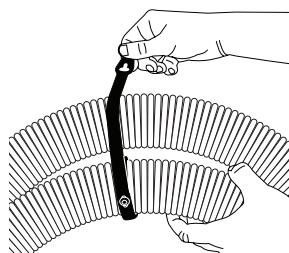
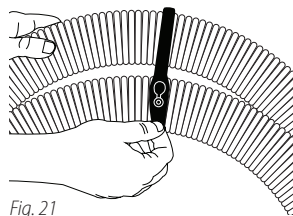

Fig. 20
Fig. 21
43. Inserte el botón #1 dentro del ojal #1 **Fig. 20.** (esto puede ser difícil en un principio), continúe enrollando la correa de la manguera **17** alrededor de la manguera **13** **Fig. 20.** Inserte el botón #2 dentro del ojal #2. **Fig. 21.**